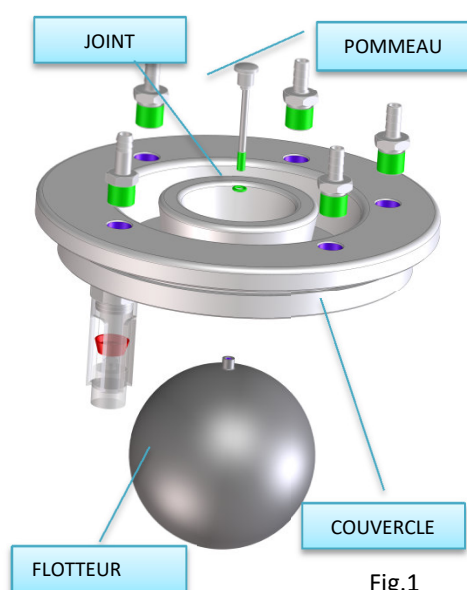

Fig.1
- Procéder au montage du flotteur de sécurité (fig. 1) en enfilant le pivot muni de garniture dans le trou spécial au centre du couvercle du bac. Insérer ensuite le flotteur sous le couvercle en le vissant complètement au pivot.